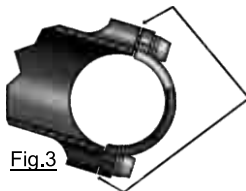

Fig.3
PASO 5 - Posicione la tapa de potencia e instale los tornillos, apretándolos con suaves incrementos de apriete, asegurándose que la distancia entre la superficie de la potencia y la tapa de la potencia es exactamente igual entre todos los tornillos. - (vea fig. 3).